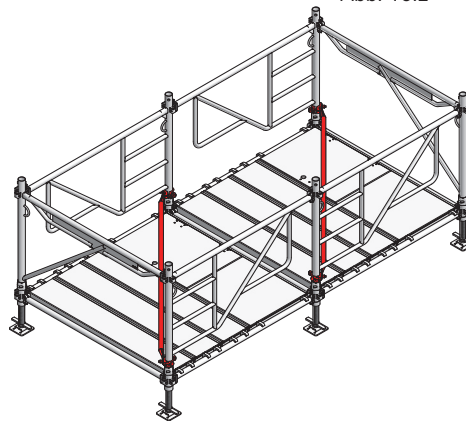

Abb. 16.3
8. Die Rahmen 100 MT von innen auf die verbleibenden Fußspindeln unter 45° Grad aufstecken und bis zur Arretierung nach außen drehen (Abb. 16.3).
talstrebe MT als Diagonale zwischen zwei Rahmen 100 MT einbauen (Abb. 16.3).